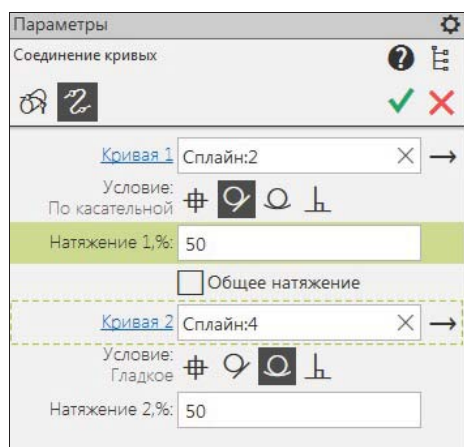

Рис. 22.12. Панель Параметры:
- ♦ укажите в графической области или в **Дереве** модели объекты. На панели **Параметры: Соединение кривых** (рис. 22.12) названия объектов отобразятся в окнах **Кри-**